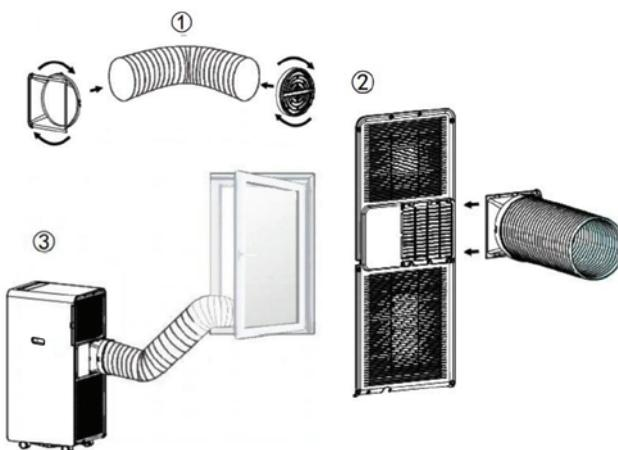

Рисунок 4
- Разместите другой конец выпускного шланга на ближайшем подоконнике (см. Рисунок 4).